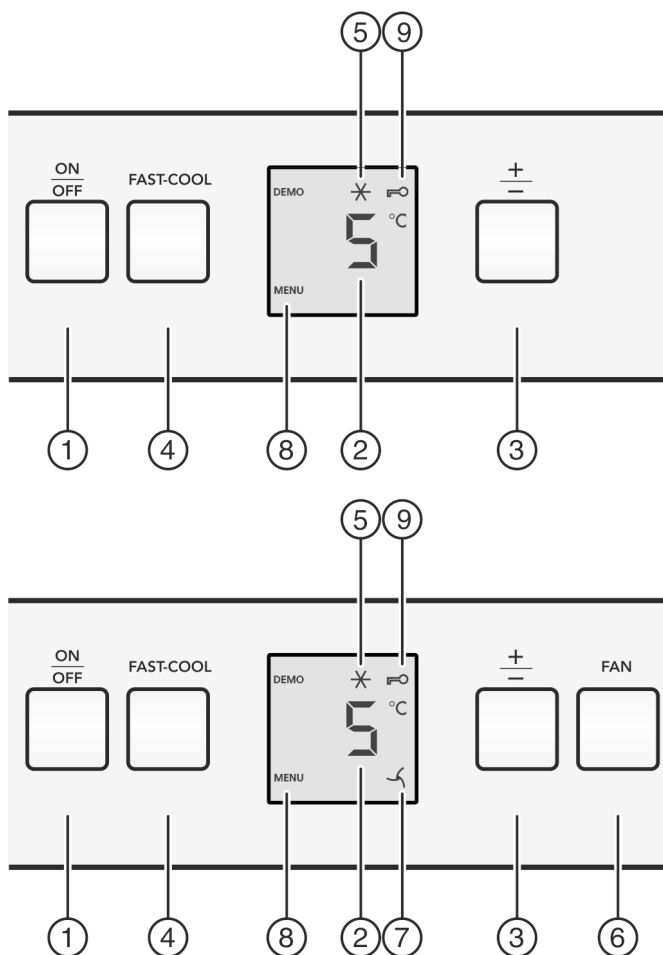

Fig. 2
- ▶ Taste On/Off Fig. 2 (1) drücken.
- ▶ Taste Fast-Cool Fig. 2 (4) ca. 5 Sekunden drücken.
- ▷ In der Anzeige wird das Symbol Menu Fig. 2 (8) angezeigt.
- ▶ Mit der Taste Fast-Cool Fig. 2 (4) kurz bestätigen.
- ▷ Das Symbol Kindersicherung Fig. 2 (9) leuchtet in der Anzeige.
- ▶ Die Taste On/Off Fig. 2 (1) kurz drücken.
- ▶ Temperaturfunktion aufrufen: Die Einstelltaste „+/-“ Fig. 2 (3) drücken.
- ▶ Temperatur in 1 °C -Schritten ändern: Einstelltaste „+/-“ Fig. 2 (3) so oft drücken, bis die gewünschte Temperatur in der Temperaturanzeige leuchtet.
- ▶ Taste Fast-Cool Fig. 2 (4) kurz drücken.
- ▷ Das Symbol Fast-Cool Fig. 2 (5) leuchtet in der Anzeige.
- ▷ Das Symbol Fast-Cool Fig. 2 (5) erlischt in der Anzeige.
- ▶ Taste Fan Fig. 2 (6) kurz drücken.
- ▷ Das Symbol Fan Fig. 2 (7) leuchtet.
- ▷ Das Symbol Fan Fig. 2 (7) erlischt.